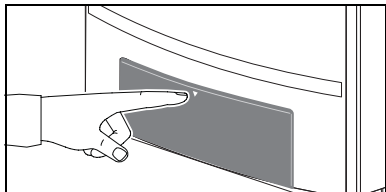

Fig. 1 Aprire il pannello di servizio
La caldaia è dotata di un'unità di servizio, il regolatore di base BC10 (fig. 1). Con cui è possibile comandare l'impianto di riscaldamento.
- Aprire il pannello di servizio premendolo (fig. 1).